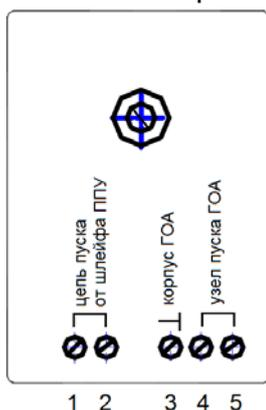

Рисунок 4 – Назначение клемм УИП
4.13 Подключение ГОА к электрической цепи пуска производится через УИП. Расположение клемм см. Рисунок 4 (3^х А УП – через клеммную колодку).